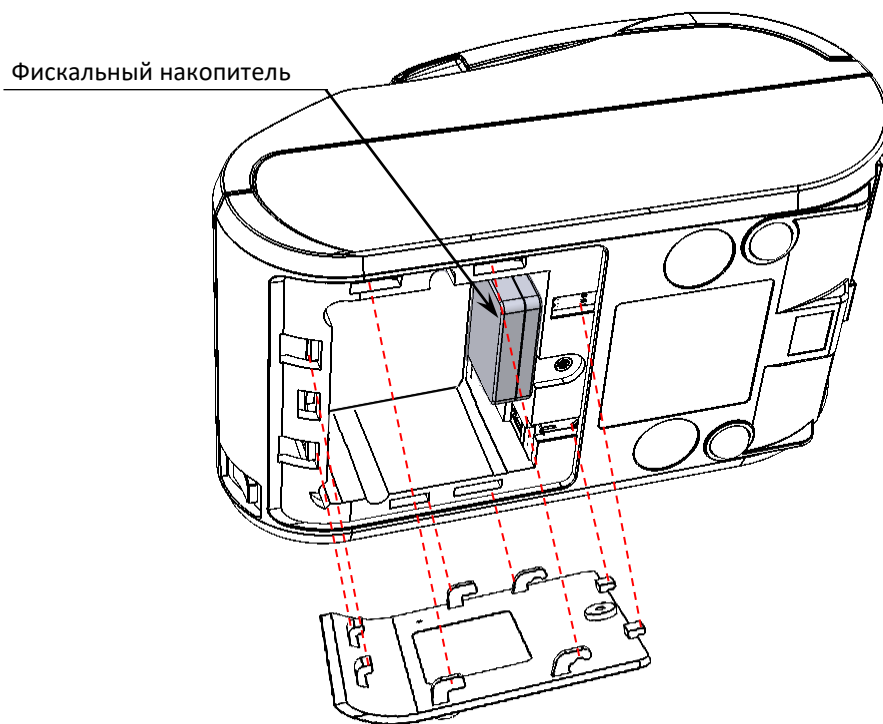

Рисунок 8. Отделить крышку от нижней части корпуса, освободив фиксаторы
4. Установить новый экземпляр ФН на место старого (ФН крепится к внутренней поверхности отсека на двухсторонний скотч на вспененной основе, см. рисунок 8).